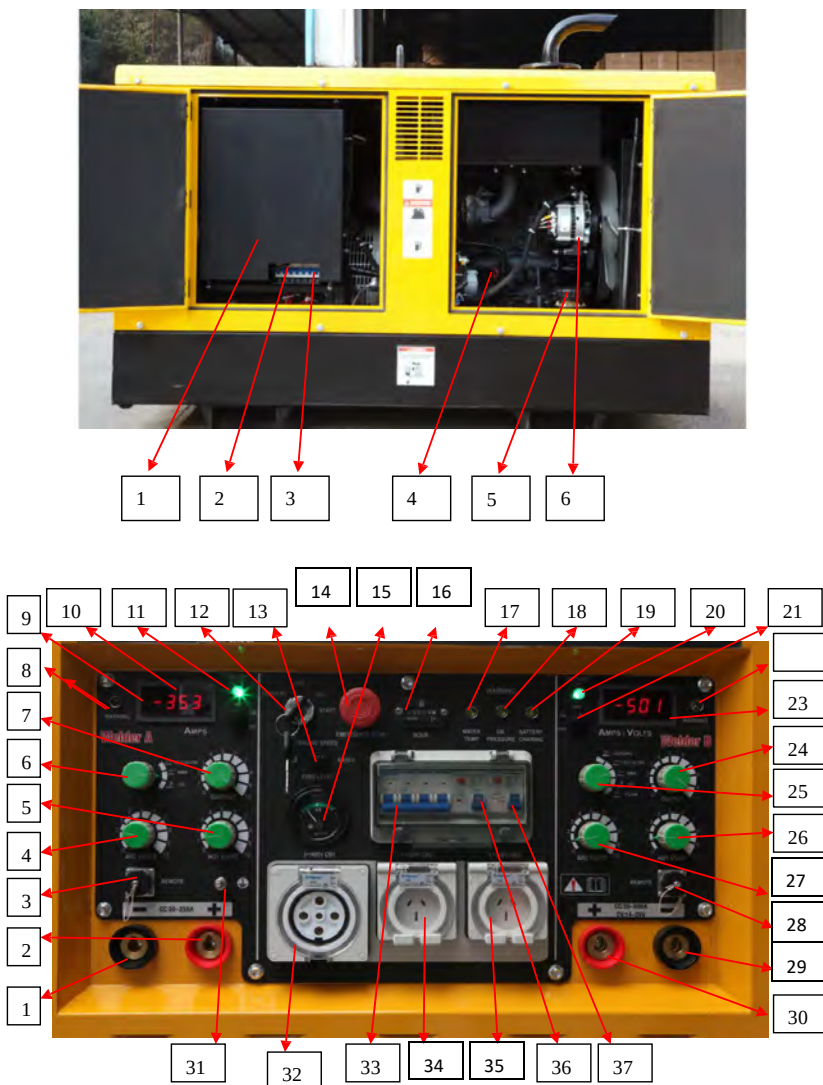

Fig. 9 Panou control putere
6.3.1 Descrierea puterii de ieșire a generatorului; a se vedea fig. 9.